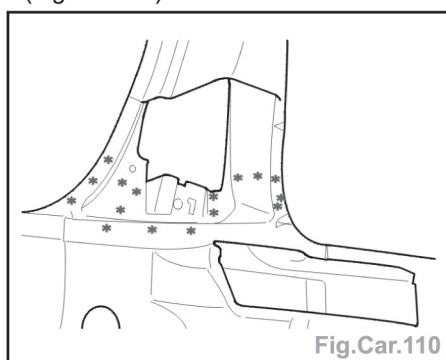

Fig.Car.110
- Couper le pied AV (suivant A), découper par fraisage des points (suivant B), déposer la partie inférieure du pied central et découper par fraisage des points (Fig.Car.110).